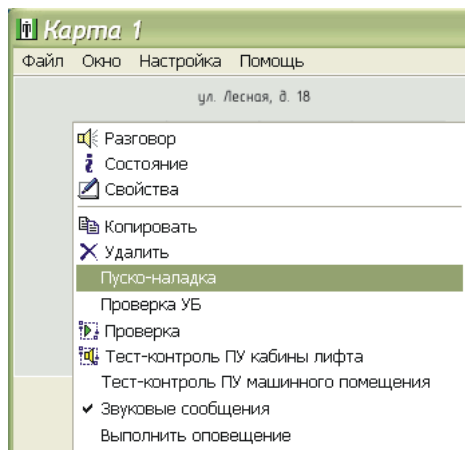

Рисунок 39
4) В контекстном меню блока БДК-4М2, БДК-3М2, БДК-2М выбрать пункт «Пуско-наладка» (рисунок 39).